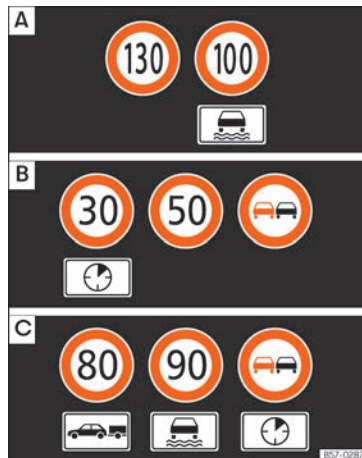

Abb. 77 Am Bildschirm des Kombi-Instruments: Beispiele für erkannte Geschwindigkeitsbeschränkungen oder Überholverbote mit den entsprechenden Zusatzzeichen.
aktuellen Fahrzeugdaten werden bis zu drei aktuelle Verkehrszeichen »» **Abb. 77 [B]** mit den entsprechenden Zusatzinformationen angezeigt.
- **Erste Stelle:** Das für den Fahrer gegenwärtig gültige Verkehrszeichen wird auf dem Display links angezeigt. Zum Beispiel die Geschwindigkeitsbegrenzung **130 km/h (100 mph)** »» **Abb. 77 [A]**.
- **Dritte Stelle:** An dritter Stelle steht ein Zeichen, das nur beschränkt gültig ist, zum Beispiel ein Überholverbot für einen bestimmten Zeitraum »» **Abb. 77 [C]**.